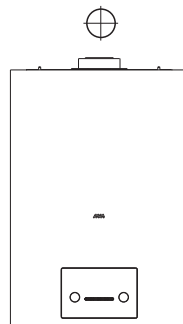

Рис. 7
- г) далее котел навесьте на подвесную панель (рис. 7)